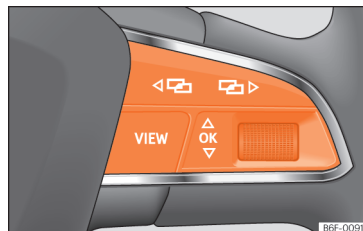

Abb. 79 Rechte Seite des Multifunktionslenkrads: Bedienelemente für die Menüs und Informationsanzeigen im Kombi-Instrument.
Solange eine Warnung der Priorität 1 vorliegt, »» Seite 80, kann auf kein Menü zugegriffen werden. Einige Warnmeldungen können bestätigt und ausgeblendet werden über die Taste **OK** am Multifunktionslenkrad »» **Abb. 79**.
- Falls eine Meldung oder das Fahrzeug-Piktogramm angezeigt wird, drücken Sie die Taste **OK** »» **Abb. 79**; ggf. mehrere Male.
- Zum Menüwechsel verwenden Sie die Tasten **◀** oder **▶** »» **Abb. 79**.
- Um das Menü oder die Informationsanzeige aufzurufen, die angezeigt wird, drücken Sie die Taste **OK** » » **Abb. 79** oder warten Sie einige Sekunden lang bis das Menü oder die Informationsanzeige automatisch geöffnet werden.
- Im angezeigten Menü, drehen Sie das rechte Rädchen am Multifunktionslenkrad » » **Abb. 79** bis der gewünschte Menüpunkt markiert ist. Der Menüpunkt wird umrahmt dargestellt.
- Drücken Sie die Taste **OK** » » **Abb. 79**, um die gewünschten Änderungen vorzunehmen. Eine Markierung zeigt an, dass die entsprechende Funktion bzw. das System aktiviert sind.
Drücken Sie die Taste **←** oder **→** » » **Abb. 79**.